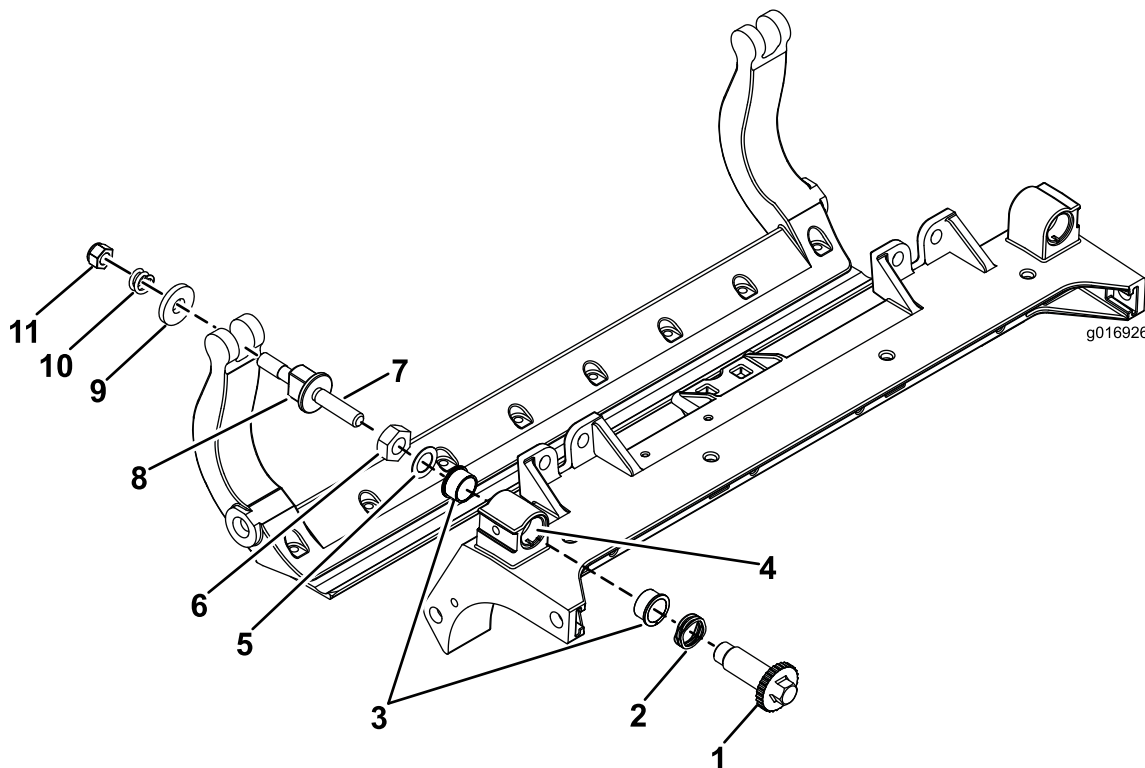

Bild 41
1. Entfernen Sie alle Teile (siehe *Installationsanleitung* für das HD-DPA-Kit und Bild 41).
2. Tragen Sie ein Gleitmittel innen im Büchsenbereich am mittleren Schneideinheitsrahmen auf (Bild 41).
3. Fluchten Sie die Keile an den Flanschbüchsen mit den Schlitten im Rahmen aus und setzen Sie die Büchsen ein (Bild 41).
4. Legen Sie eine Wellenscheibe auf die Einstellerwelle und schieben Sie die Einstellerwelle auf die Flanschbüchsen im Rahmen der Schneideinheit (Bild 41).
5. Befestigen Sie die Einstellerwelle mit einer Flachscheibe und einer Sicherungsmutter (Bild 41).
12. Legen Sie eine Stahlscheibe außen auf jede Nylonscheibe (Bild 41).
Hinweis: Die Scheiben innen können einen Abstand aufweisen (**Bild 41**).
15. Ziehen Sie die Mutter an jedem Untermesserträgereinsteller an, bis die Druckfeder ganz zusammengedrückt ist, lösen Sie die Mutter dann um eine halbe Umdrehung (**Bild 41**).